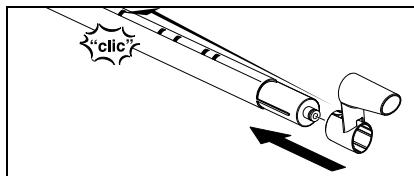

Fig. 2
- Deslice el gancho de sujeción (G3) con la tecla de desbloqueo pulsada hasta la segunda muesca de uno de los tubos de prolongación superiores (G1). Al soltar la tecla de desbloqueo, el gancho de sujeción debe quedar encajado (véase la fig. 2).